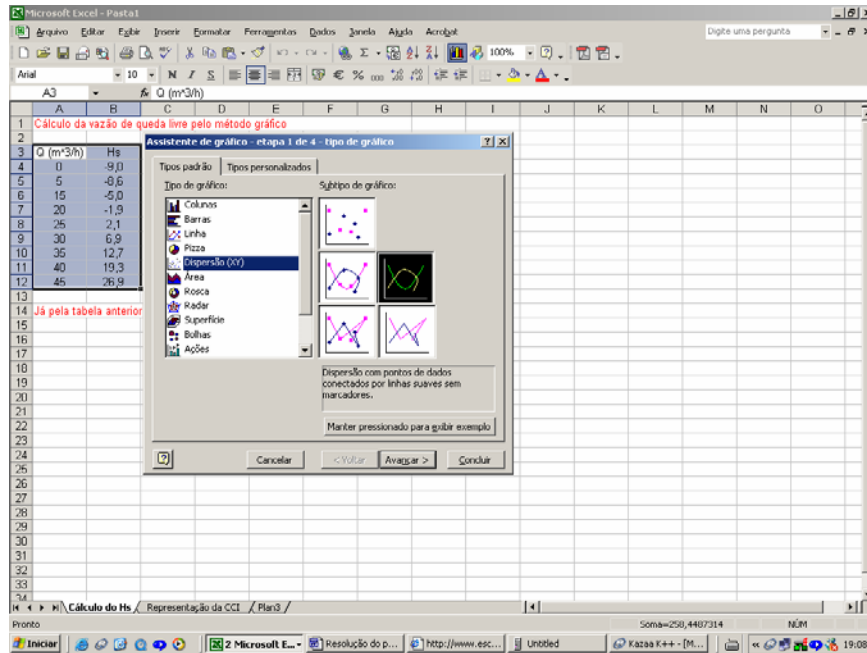

Figura 2
II.2. Clica-se no tipo de gráfico: “**Dispersão (XY)**” e no subtipo de gráfico: “**Dispersão com pontos de dados conectados por linhas suaves sem marcadores**” (Figura 2)